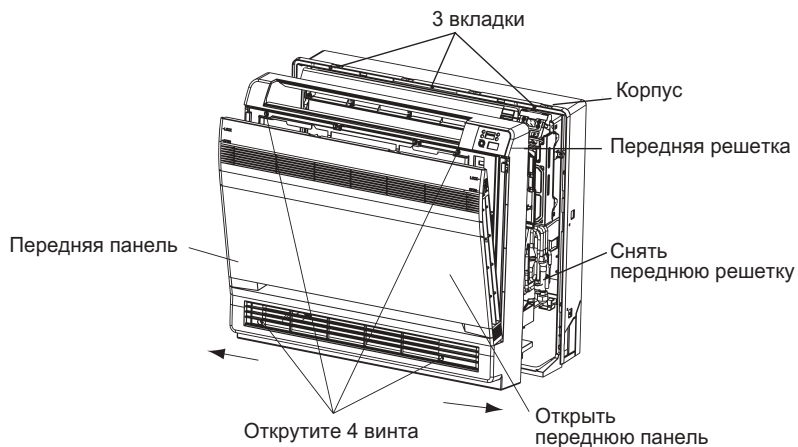

Рис.10.39
• Для крепления через отверстия к стене снимите переднюю панель, открутив 4 винта (см. рис. 10.39)